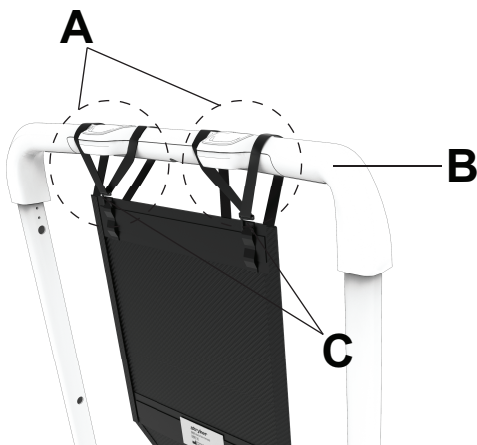

Figura 31 – Fixe as correias à pega
2. Enrole a correia de apoio da cabeça esquerda (A) à volta do lado esquerdo da pega (B). A correia deve abranger ambos os lados do botão AVANÇAR esquerdo. Prenda o gancho (C) ao laço do suporte de cabeça para fixar a correia à volta da pega (Figura 31).